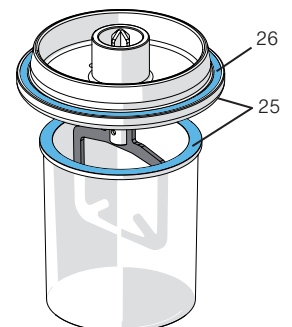

図. 10
- カップ端部とカバー端部（25, 図. 10）が清潔であるように注意して下さい！